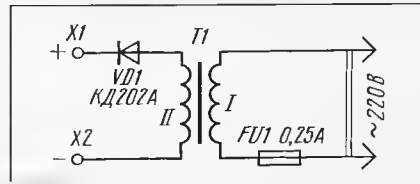

Рис. 2
**Чудо-кисточка.** Во внешнем оформлении своих конструкций вы можете использовать различные металлические (кроме алюминия и его сплавов) пластины, покрытые гальваническим способом тонким слоем никеля, серебра, золота. В этом поможет показанная на рис. 2 установка, состоящая из понижающего трансформатора, выпрямителя и кисточки.